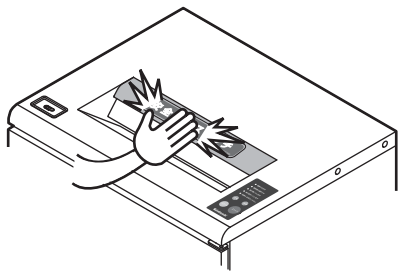

図7 緊急停止方法
- 危険が生じた場合など、緊急停止したい場合には安全停止スイッチ⑪を押してください。このスイッチを押すと、細断処理を中断し、停止します。 **図7 参照**